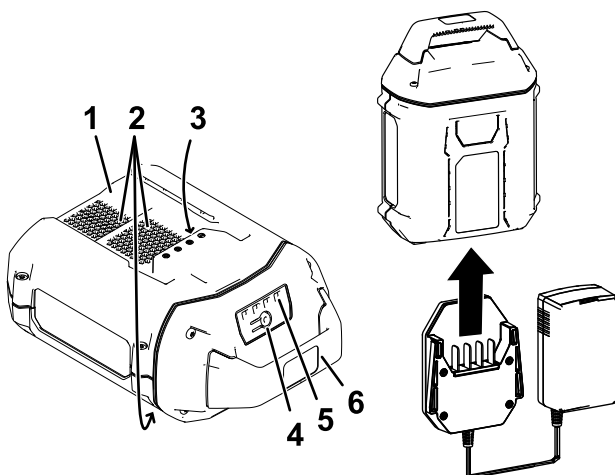

Figure 2
2. Alignez le creux de la batterie (Figure 2) sur la languette du chargeur.
3. Insérez la batterie dans le chargeur jusqu'à ce qu'elle soit complètement enclenchée (Figure 2).